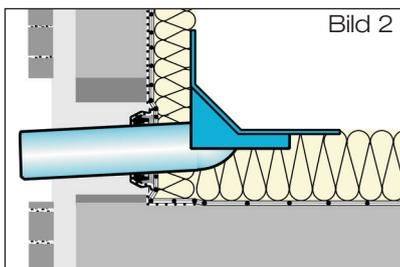

Bild 2
- 5.2.1 Bohrungen  $\varnothing$  10 mm für Schiebeflansch mit Anschlussmanschette bzw. Schiebeflansch mit Kompressionsdichtungen zum Anschluss der Dampfsperre entsprechend der Vorgabe nach Tabelle 3 erstellen (Bild 2).
- 5.4.2 Ablaufrohr des Dachablaufs entsprechend der baulichen Gegebenheiten ablängen. Dichtelement (bei Schiebeflansch DN 70) bzw. Klemmring (bei Schiebeflansch DN 100) innen und Ablaufrohr des Attikaablaufs außen hinreichend mit LORO-X Gleitmittel versehen. Ablaufrohr des Dachablaufs in den Schiebeflansch bis in seine Einbauposition einführen (Bild 2). Entstandene Hohlräume in der Wärmedämmung schließen. Ablaufrohr im Wandbereich mit ausreichender Wärmedämmung versehen und Dachablauf fixieren.